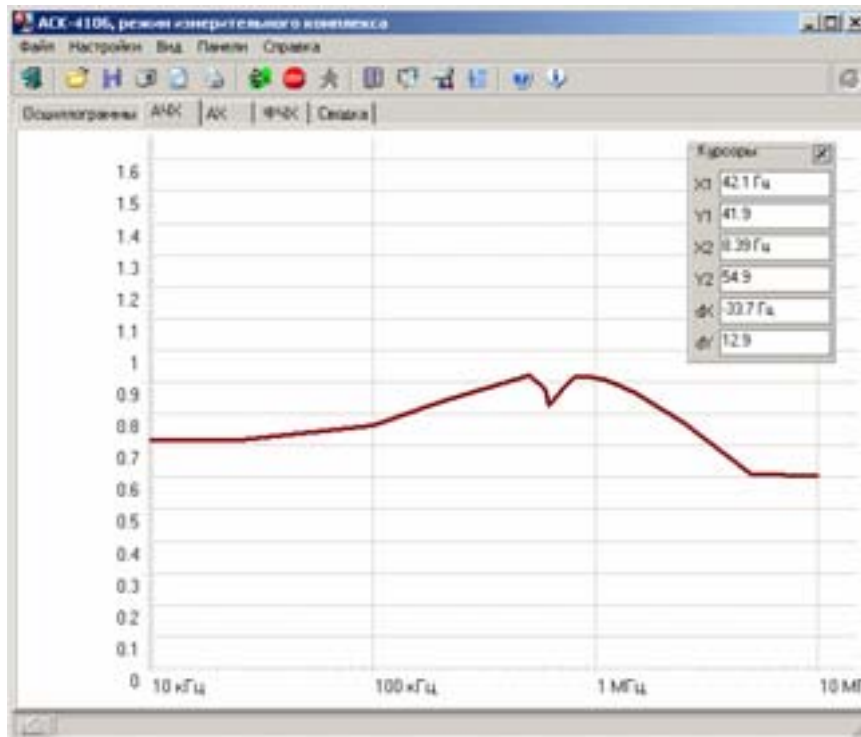

Рис.11
- 2.3.5. Затем подключите вход А осциллографа вместо выхода FLT OUT к входу FLT IN платы АЕЕ-1014 и, не изменяя настроек, проведите вновь измерения АЧХ, повторив пункт 2.3.1. (см. рис.11)